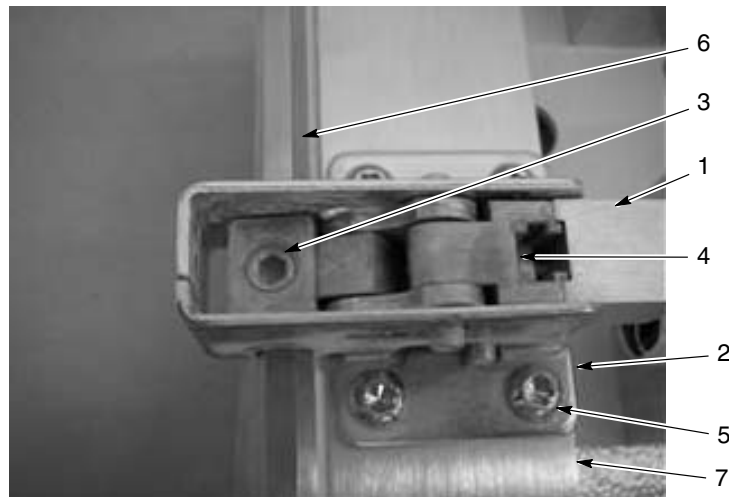

Abb. 8-2 Klemme ersetzen
3. Siehe Abb. 8-2. Öse des Zylinders greifen und die Zylinderwelle in die voll ausgefahrene Position ziehen, um die Klemmen auszufahren und Zugang zu den Klemmenhalteschrauben (3) zu erhalten.